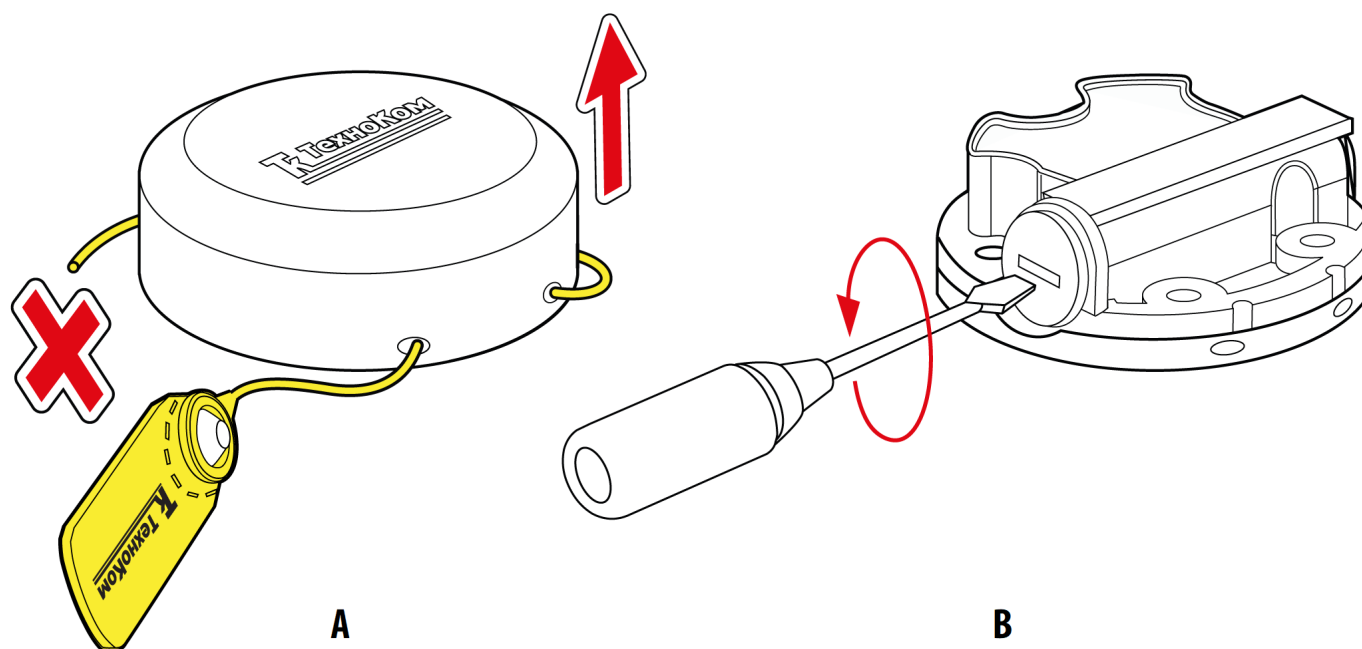

Рис.48. Подготовка к замене батареи
1. Удалить пластиковую пломбу ФАСТ-330 и снять защитную крышку с корпуса устройства (**Рис.48, А**).
2. Отверткой с шириной шлица 6 мм открутить резьбовую заглушку из корпуса устройства и аккуратно извлечь батарею. Чтобы облегчить извлечение, следует слегка наклонить резьбовую заглушку и таким образом зацепить батарею (**Рис.48, В**).